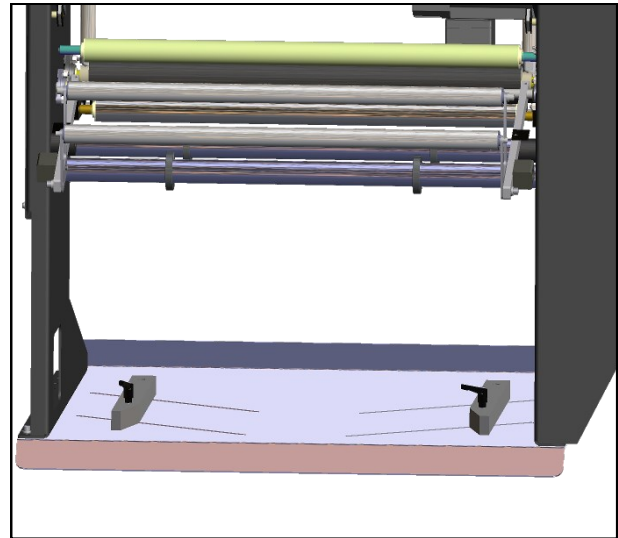

Abb. 2-6C. Kartonführungen.
- Lösen Sie die Kartonführungen und öffnen Sie sie, um Platz für den Beutelkarton zu schaffen. **Abb. 2-6C.**